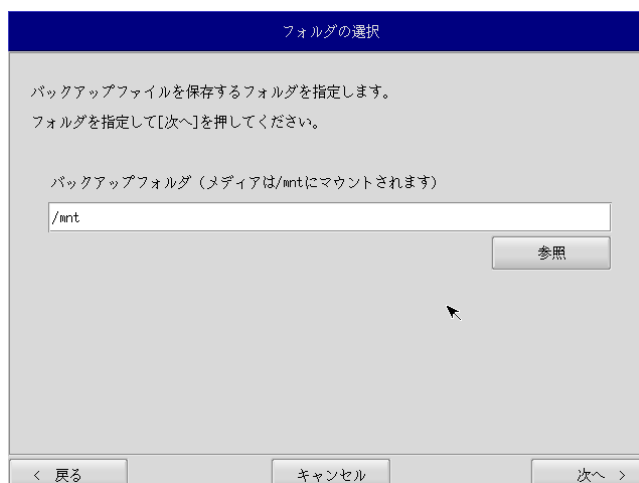

図 5-2-3-3. フォルダ選択画面
- ⑥ フォルダ参照画面（図 5-2-3-4）が表示されます。②で接続したパーティションは、/mnt にマウントされますので、/mnt 以下のフォルダを選択してください。[OK]を押すとフォルダ選択画面にもどります。